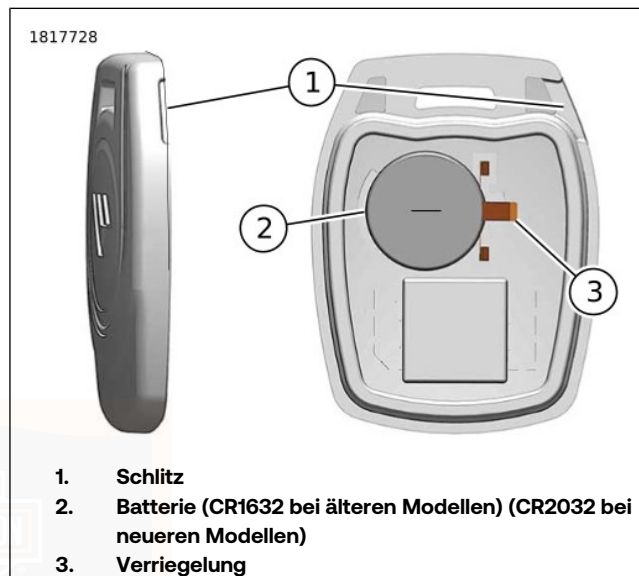

Abbildung 27. Schlüsselanhängerbatterie austauschen
- Siehe Abbildung 27. Die Seriennummer auf dem Schlüsselanhänger befindet sich auch auf der Innenseite des Schlüsselanhängers.
1. Siehe Abbildung 27. Zum Öffnen des Schlüsselanhängers den Schlitz (1) mit einem dünnen Gegenstand drehen.
3. Die Batterie (2) herausnehmen und gemäß den örtlichen Bestimmungen entsorgen.